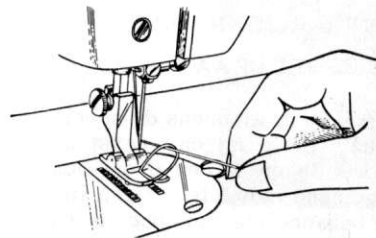

Fig. 9
3. Trek met de draad, die U nog steeds vasthoudt, de naar boven komende spoeldraad door het stikgat in de naaldplaat naar boven (fig. 9).